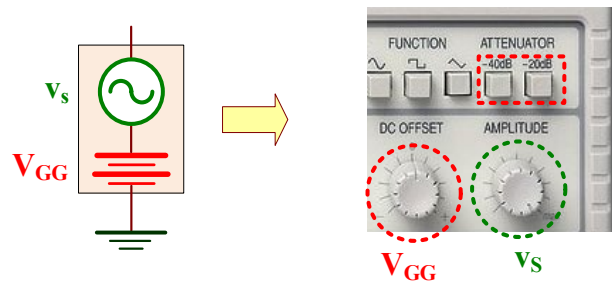

Figura XI.2. Configuración DC+AC del generador de señal.
1. **Generador de señal.** El generador de señal es capaz de proporcionar dos señales combinadas: DC + AC. La componente DC (V_{GG}) se controla mediante el mando **DC OFFSET** y la componente AC o alterna (v_s) mediante el mando **AMPLITUDE** tal como se muestra gráficamente en la figura XI.2.